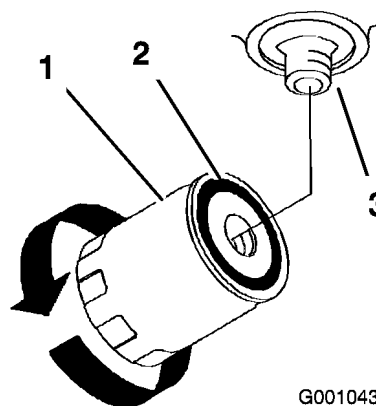

Figure 61
4. Appliquez une fine couche de liquide hydraulique sur le joint en caoutchouc du filtre de rechange (Figure 61).
6. Remplissez le réservoir hydraulique jusqu'à ce que le liquide déborde du filtre. Tournez alors le filtre à huile dans le sens horaire jusqu'à ce que le joint en caoutchouc vienne toucher l'adaptateur du filtre. Serrez ensuite le filtre de 1/2 tour supplémentaire (Figure 61).